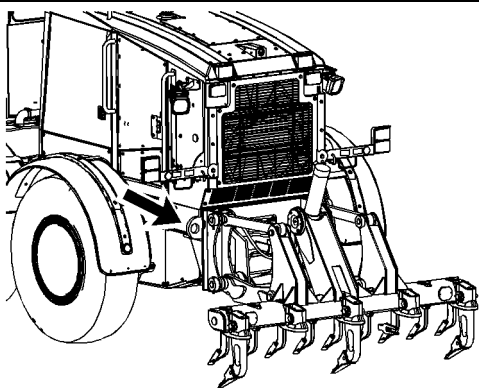

Ilustración 133
4. Instale dos cables de levantamiento en la parte trasera de la máquina. Hay un cáncamo de levantamiento en cada lado de la parte trasera de la máquina. Los cáncamos de levantamiento están identificados con una etiqueta que muestra un gancho. Consulte la ilustración 133.